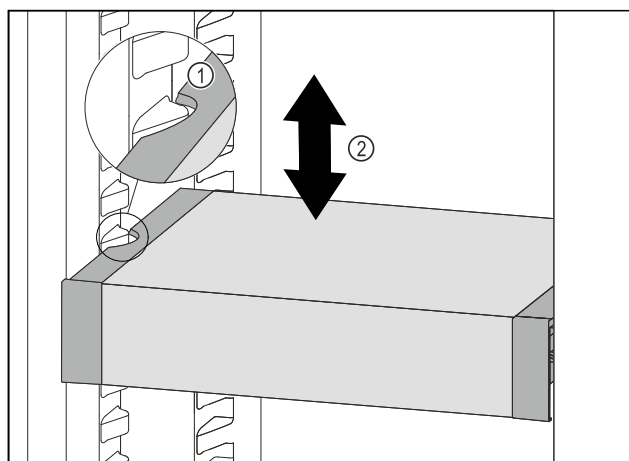

Fig. 82
- Trekk VarioSafe forover, til utsparingene på sidene av VarioSafe er på nivå med rillene i kjøleskapet. Fig. 82 (1)
- Flytt VarioSafe oppover eller nedover i kjøleskapet, til ønsket høyde er nådd. Fig. 82 (2)